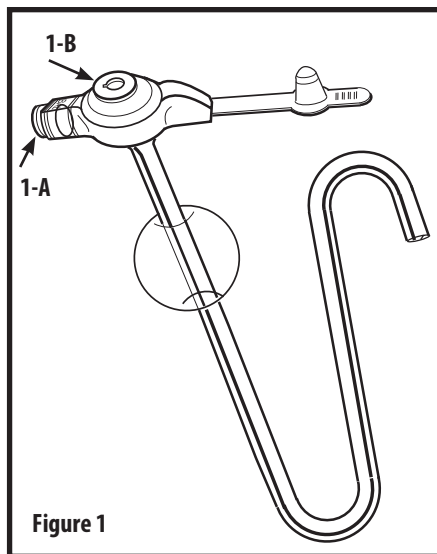

Figure 1
2. Mediante a utilização de uma siringa Luer Slip contida no kit, encha o balão através do orifício do mesmo (Fig. 1-A) com 5 ml de água estéril ou destilada.
4. Com a siringa Luer Slip irrigue com água através do orifício jejunal (Fig. 1-B), para verificar a desobstrução.